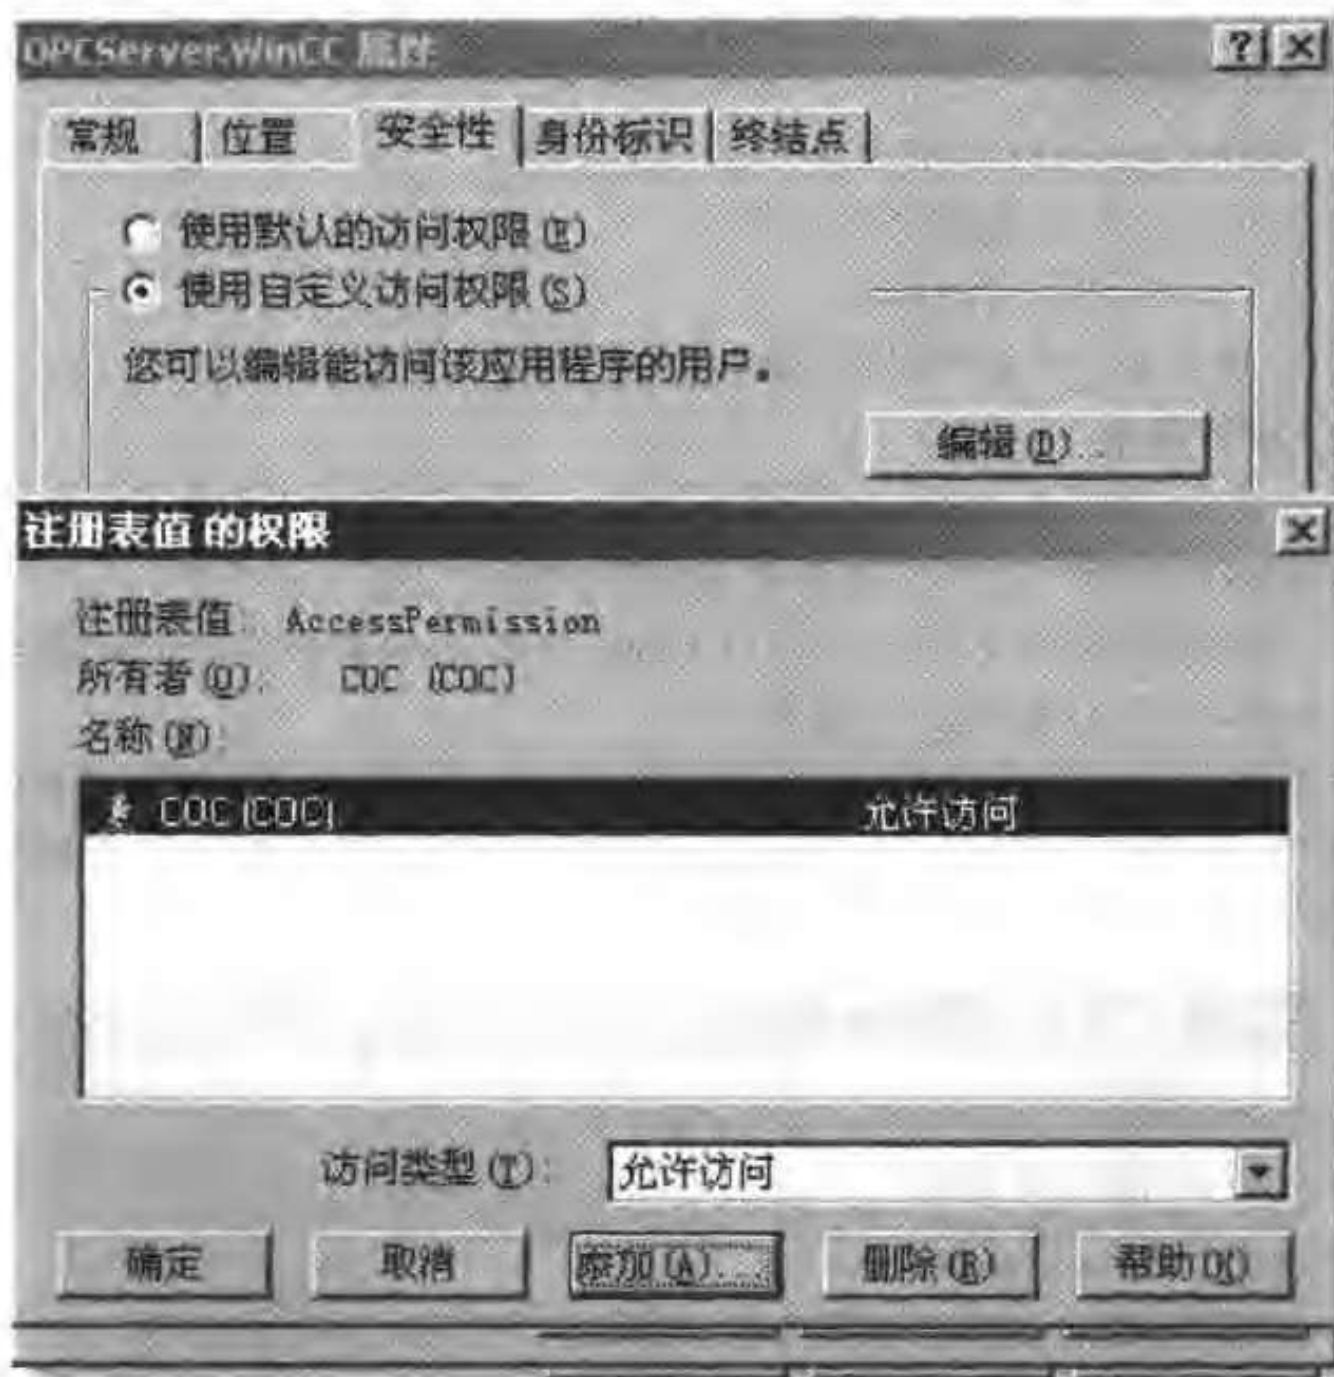

图 11-14 添加远程访问 WinCC OPC DA 服务器的用户
- 在此对话框中选择“安全性”选项卡,并选择单选项“使用自定义的访问权限”。单击“编辑”按钮,打开“注册表值的权限”对话框。在此对话框中可添加允许远程访问 WinCC OPC DA 服务器的用户,如图 11-14 所示。按“确定”按钮退出。